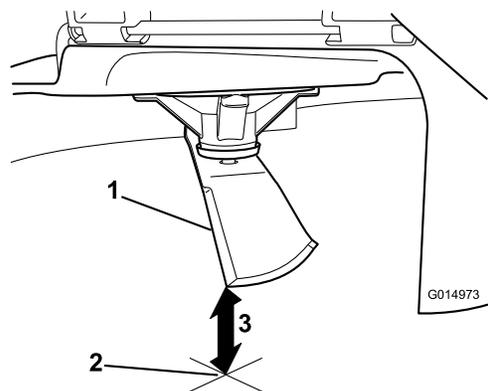

Рисунок 75
5. Измерьте расстояние от конца ножа до плоской поверхности (Рисунок 75).